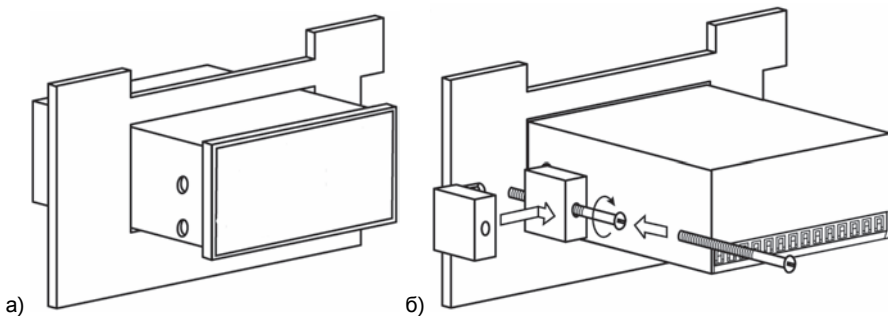

Рисунок 5.2 – Монтаж пристрою настінного виконання
- 3) Вставити пристрій в спеціально підготовлений отвір на лицевій панелі щита (див. Додаток А та рисунок 5.2, а).
- 4) Вставити фіксатори із комплекту постачання в отвори на бічних стінках пристрою (рисунок 5.2, б).